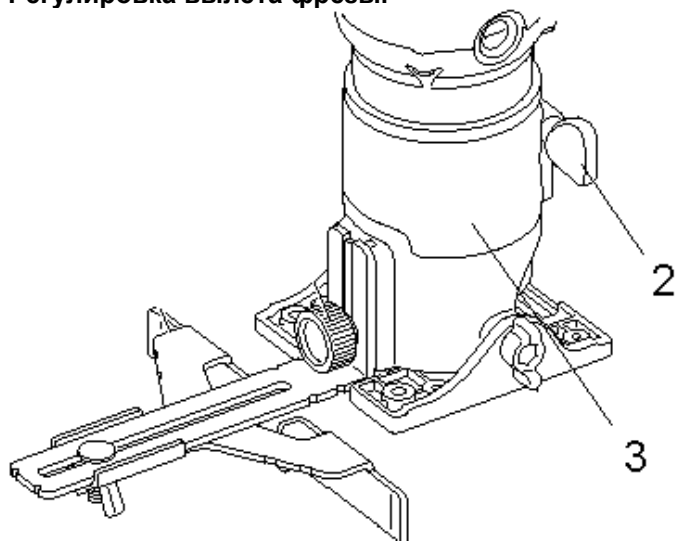

Рис.2
Для регулировки вылета фрезы, ослабьте винт фиксирования вертикального перемещения (2) и, сдвиньте станину (3) в нужном направлении вверх или вниз для настройки глубины фрезерования. После настройки затяните винт (2). (рис.2)